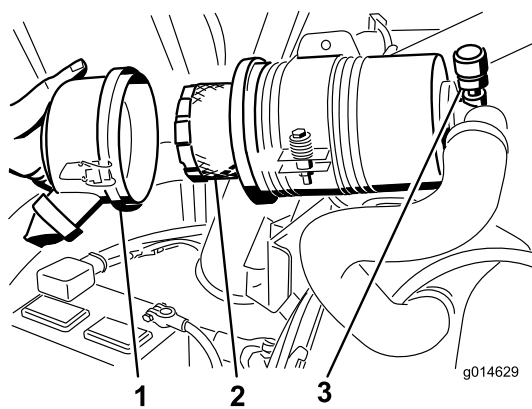

Рисунок 53
4. Снимите и замените фильтр (Рисунок 53).